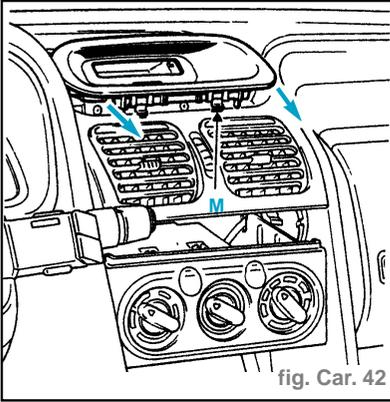

fig. Car. 42
- Déposer la visière de montre en dépliant la partie AV (M) et en la tirant de manière à dégager les deux ergots. (fig. Car. 42)